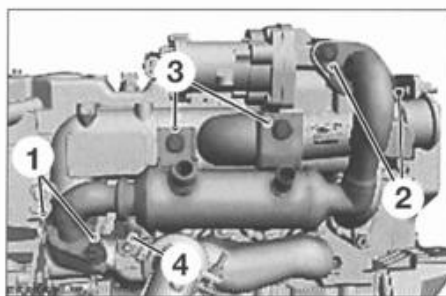

FIG. 26
- apretar a mano los tornillos de fijación del intercambiador de calor EGR, posteriormente al par de 2,3 daNm en el orden indicado (fig. 26).